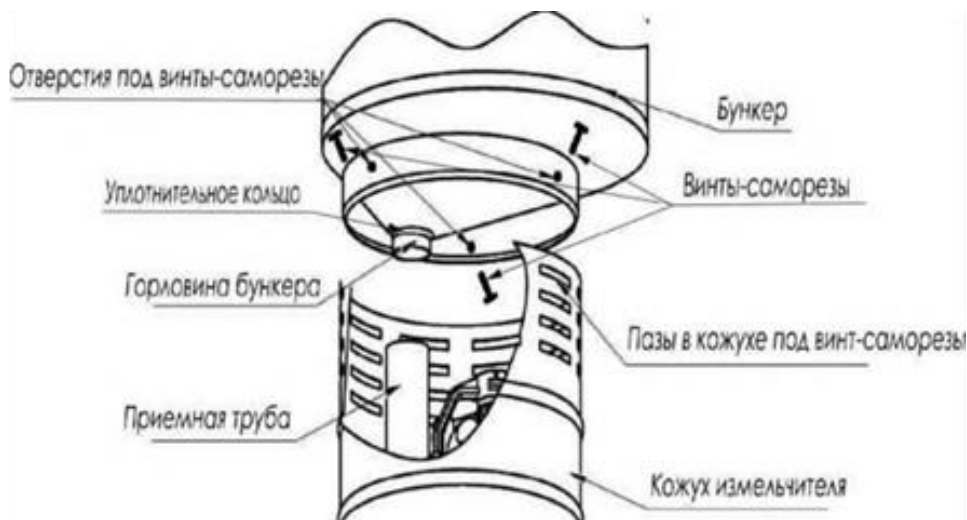

Рис.4 Установка бункера
6.1 В изделиях ИЗЭ-14, 14М, 25, 25М (см. рис. 4) на горловину бункера надеть уплотнительное кольцо (входит в комплект), затем установить бункер на кожух, плотно совместив горловину бункера с отверстием в приёмной трубе и зафиксировать тремя винтами-саморезами через имеющиеся пазы в кожухе;